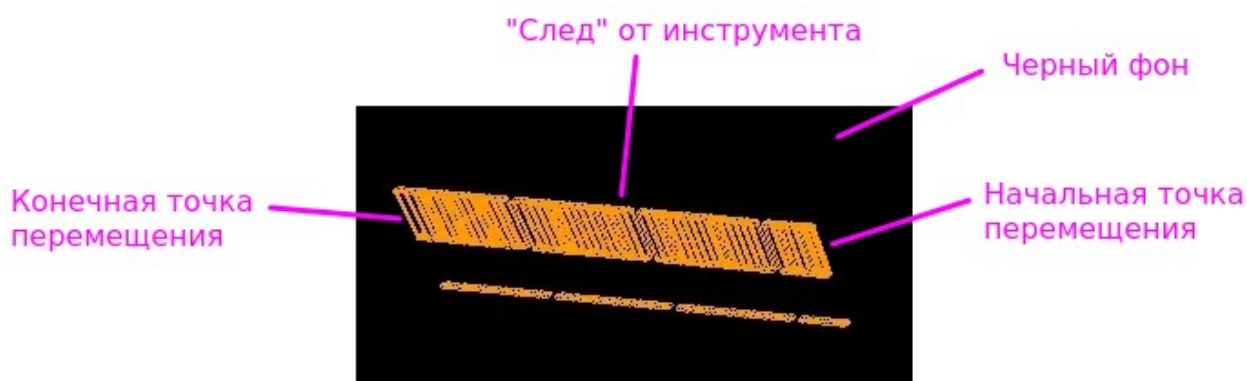

Рисунок 21: Некорректное построение визуализации
- 1) фон изображения всегда черный, независимо от настройки цветовой схемы (меню *Сервис → Настройки → Цвета*) (см. рис. 21);
- 2) при перемещении инструмент «оставляет за собой след» (см. рис. 21);